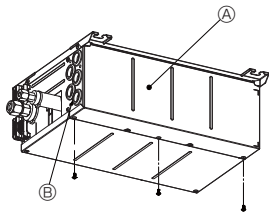
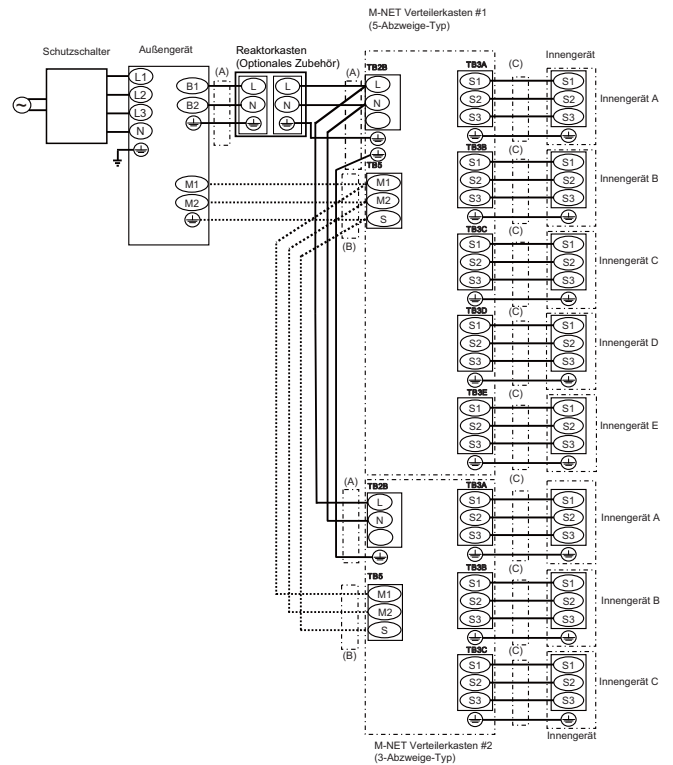

Fig. 8-1
Fig. 8-8
- (1) Nehmen Sie die Elektroabdeckung ab. (Fig. 8-1)
- (2) Führen Sie die Kabel in den Verteilerkasten ein und sichern Sie jedes Kabel mit einer Kabelklemme.
- (3) Schließen Sie jedes Kabel fest an der zugehörigen Klemmleiste an. (Fig. 8-8)
- (4) Stellen Sie die Dip-Schalter ein. (Siehe 8.3)
- (5) Bringen Sie die Elektroabdeckung wieder an.
## 8.2. Externe Verkabelung (Fig. 8-8)